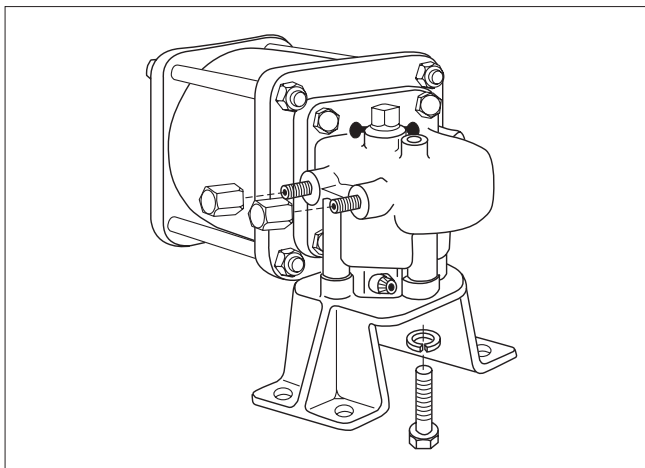

Figura 10.
2. Monte el soporte en el actuador como se muestra en la **figura 10**. Apriete con el par indicado en la **tabla 4**.